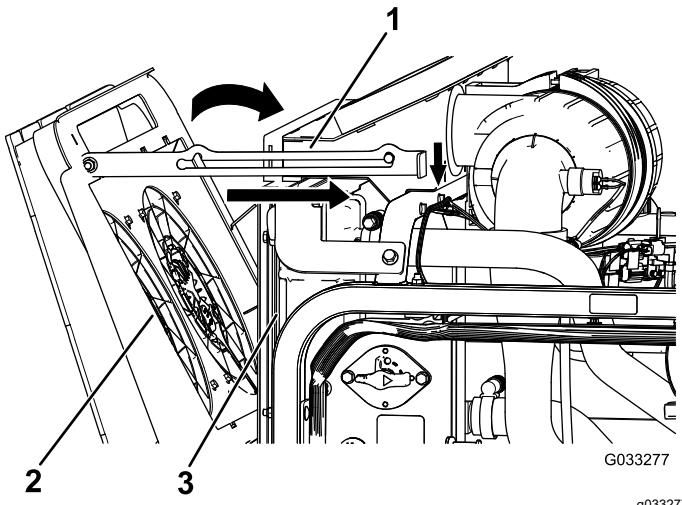

**Figure 117**
2. Faites pivoter les ventilateurs de refroidissement du moteur à l'arrière du radiateur et calez la béquille dans le cran (Figure 117).